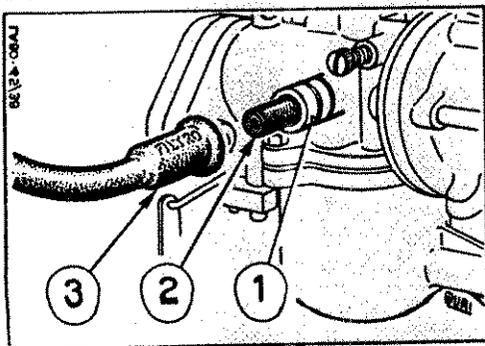

Fig. 3 - SMONTAGGIO DEL FILTRO
**PULIZIA DEL FILTRO COMBUSTIBILE SUL CARBURATORE** (Fig. 3) — Nell'interno del raccordo di entrata combustibile sulla vaschetta del carburatore è inserita una cartuccia filtrante di retina metallica. E' necessario **ispezionare e pulire assai di frequente** la cartuccia ad evitare ostruzioni nel passaggio del combustibile.
A tale scopo è sufficiente sfilare il tubo di gomma 3) dal raccordo 1) e togliere la cartuccia 2) come indicato nella Fig. 3.
- g) Togliere il tubo di gomma dal raccordo di entrata (Vedere Fig. 3), estrarre il filtrino e pulirlo dalle impurità che hanno ostacolato il passaggio del combustibile. Detta operazione va eseguita, se necessario, tutti i giorni.